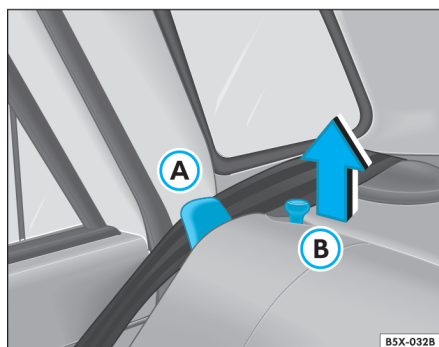
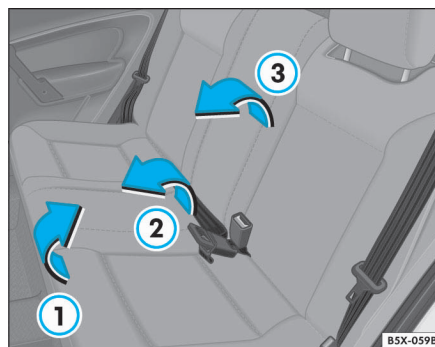

Fig. 63 Posicionador de la banda del cinturón de seguridad y botón de desbloqueo del respaldo
Fig. 64 Inclinación del asiento
- Para los vehículos que poseen cinturones de 3 puntos con enrollador automático, encaje las bandas de los cinturones en los respectivos posicionadores ⇒ fig. 63 A. Para los vehículos que poseen cinturones de 3 puntos sin enrollador automático, cuide para que la banda de los cinturones no queden sujetos entre el asiento y la lateral del vehículo.
- Destrabe el asiento forzando su parte delantera hacia arriba ⇒ fig. 64 ①
- Levante la parte trasera del asiento ⇒ fig. 64 ② y colóquelo perpendicularmente al piso.
- Levante las trabas ⇒ fig. 63 B y al mismo tiempo, incline parcialmente el respaldo del asiento ③, retire los apoyacabezas ⇒ página 74 ⇒ Δ y baje totalmente el respaldo. ▶
- Encaje las bandas de los cinturones en los respectivos posicionadores ⇒ página 78, fig. 63 .
- Levante las trabas ⇒ página 78, fig. 63 y al mismo tiempo, incline parcialmente el respaldo del asiento ⇒ página 78, fig. 64 y baje totalmente el respaldo ⇒ .